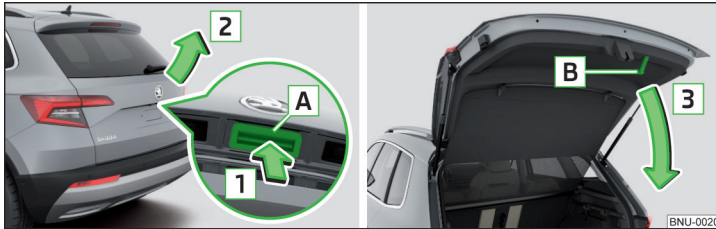

Abb. 53 Gepäckraumklappe öffnen/schließen
- Zum **Öffnen** die Taste **A** in Pfeilrichtung **1** drücken » Abb. 53.
Die Taste **A** » Abb. 53 wird beim Anfahren bzw. ab einer Geschwindigkeit von mehr als 5 km/h deaktiviert. Nach dem Anhalten und Öffnen einer Tür wird die Taste wieder aktiviert.